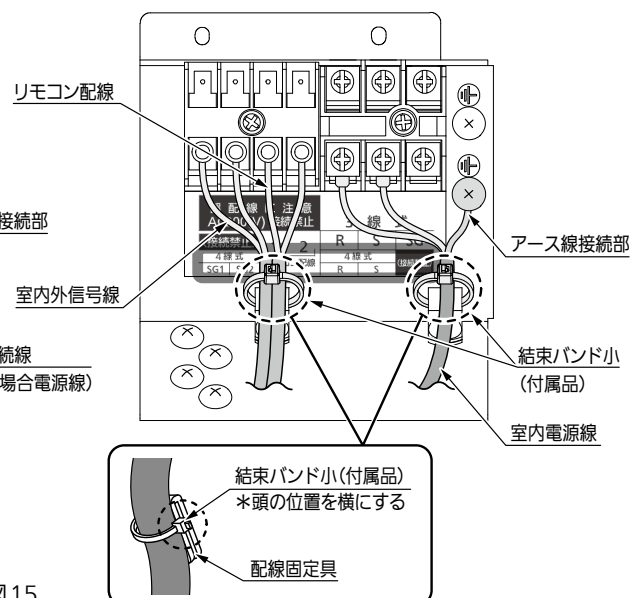

図15
- このとき、電源線は端子接続部に張力が加わらないように、配線固定具を通してしっかりとネジで固定してください。固定は必ず被覆部分で行ってください。(図15)